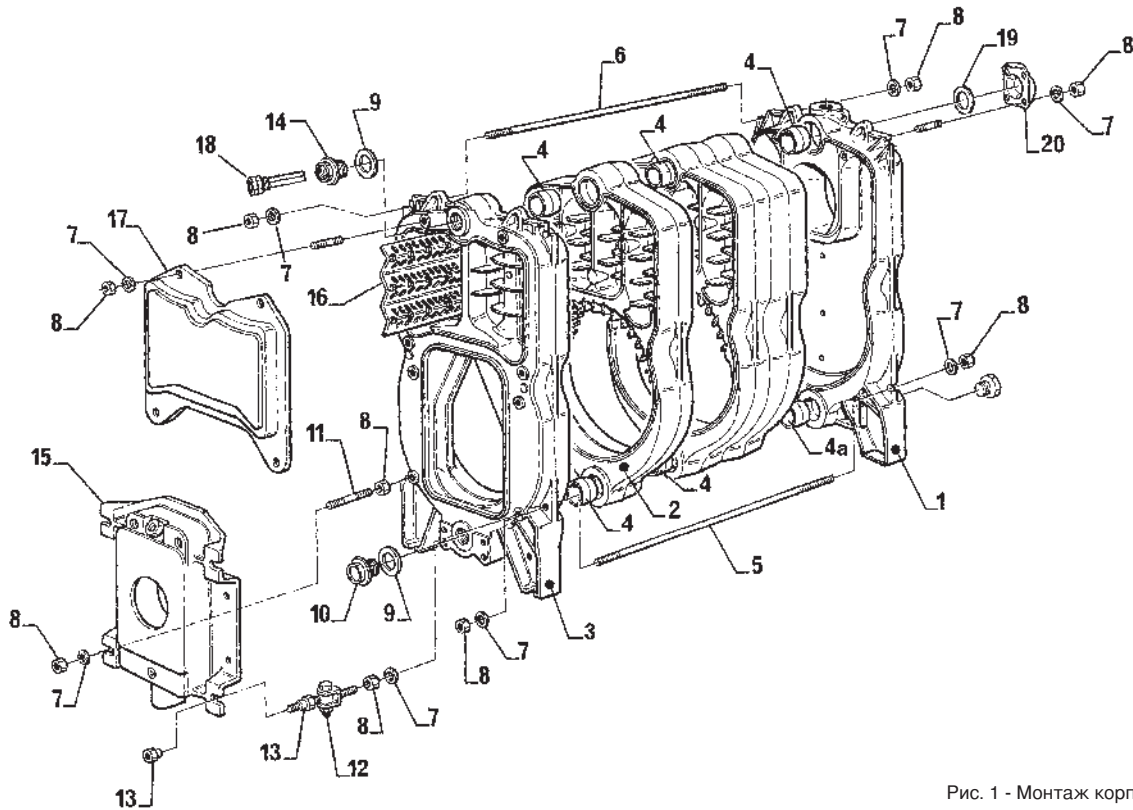
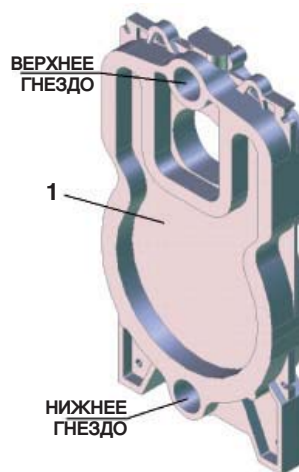

Рис. 1 - Монтаж корпуса котла
Рис. 3
- Двойные конусы длиной 104 мм должны вставляться в нижнюю заднюю часть только на моделях 142 R - 157 R - 172 R (смотри рисунок 1а).
Рис. 1а
(Ссылка на рис. 1 и на рис. 3 - 11)
- 1 Поставьте задний элемент котла в вертикальное положение, очистите и проверьте гнезда двойных конусов и соединительную поверхность (рис. 3).
(Ссылка на рис. 1 и на рис. 12 - 14)